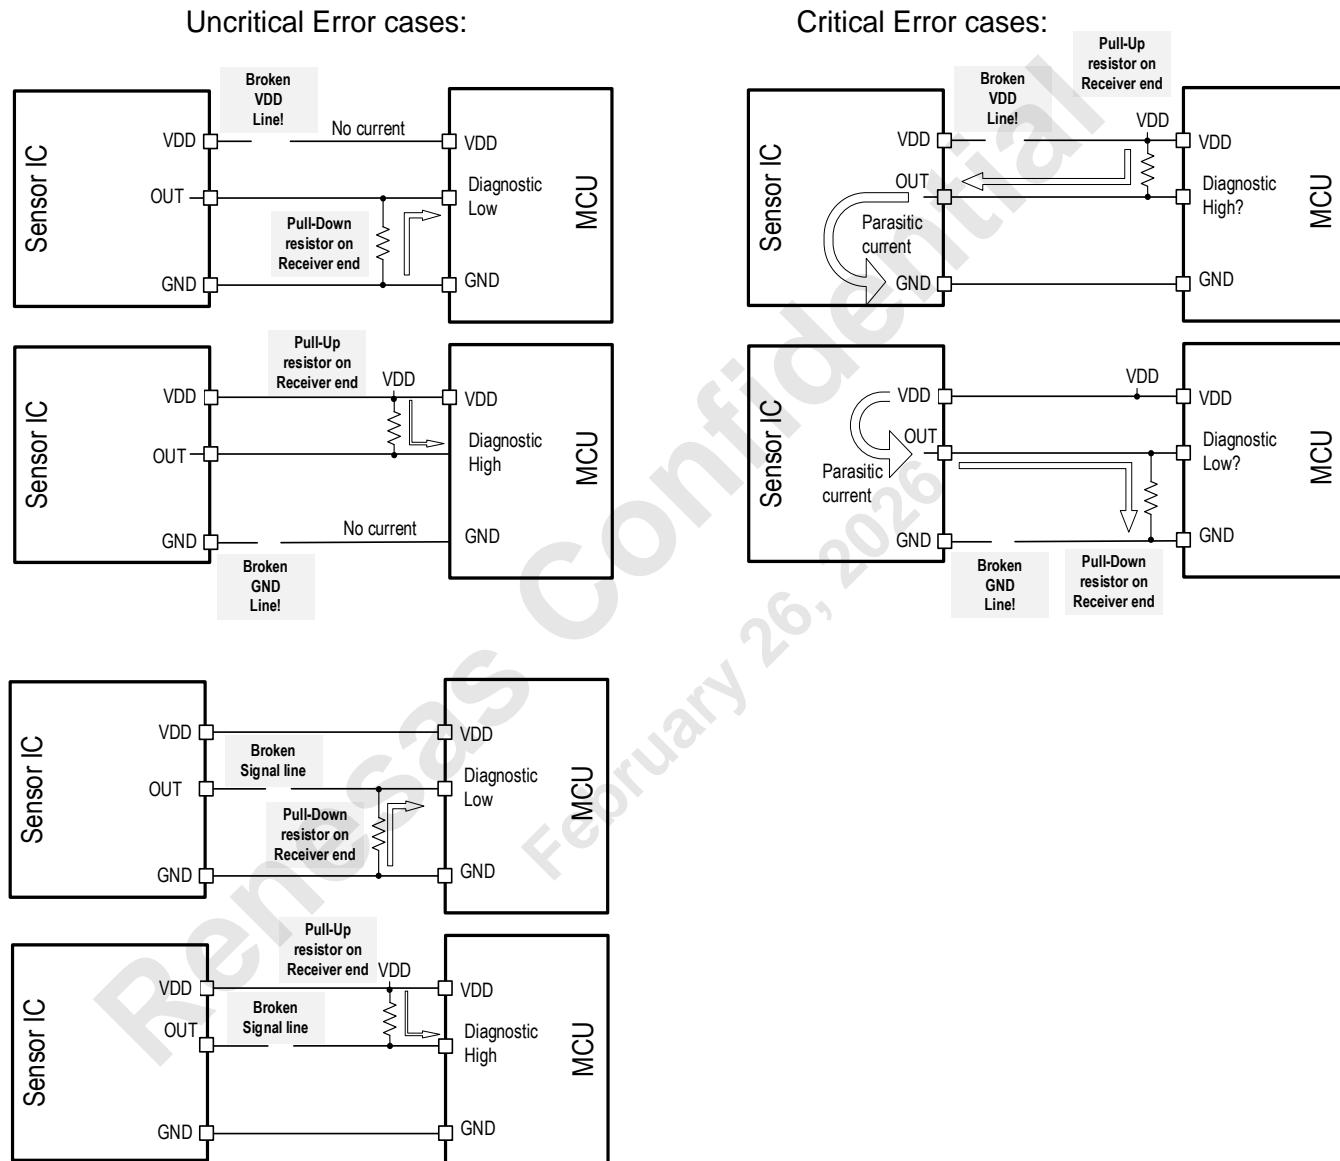
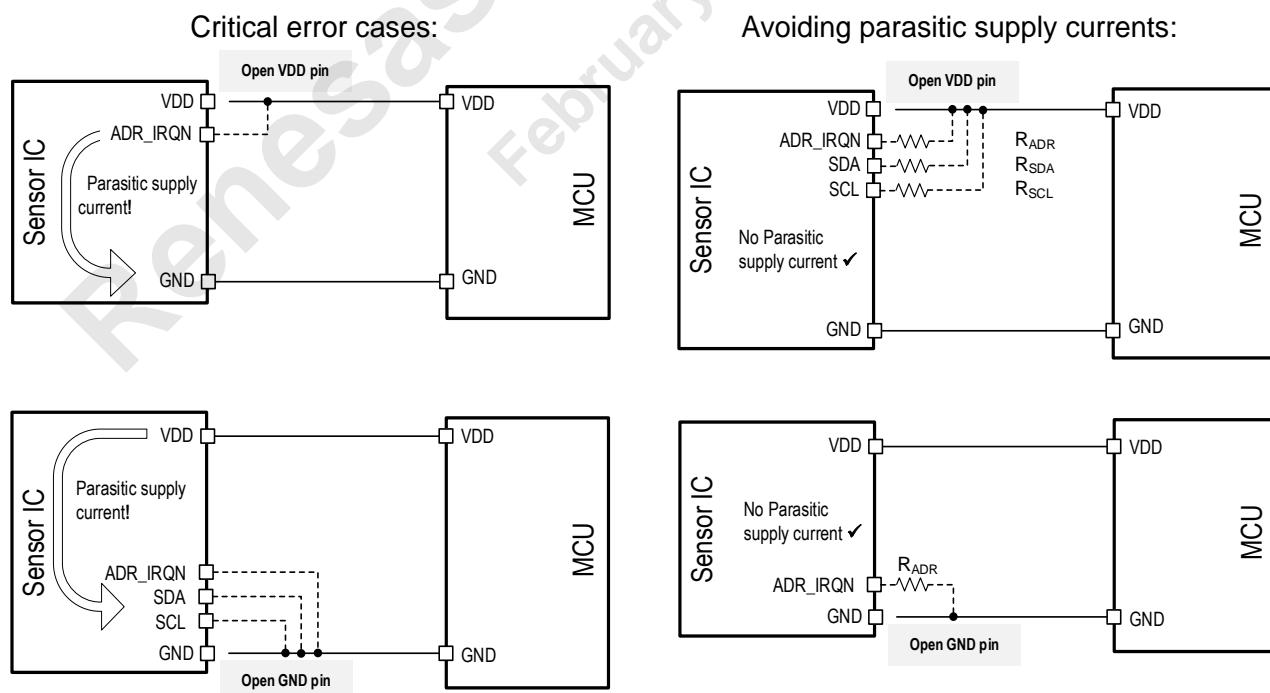

図 25 VDD または GND ラインの断線によるアナログ出力の寄生電流
図 26 ADR IRQN 端子、SDA 端子、SCL 端子の寄生電流
電源、グランド、またはアナログ出力の断線のほとんどはアナログ出力端子の DC 電圧をモニタすることにより容易に検出可能です。図 25 左列の図を参照してください (OUT は SIN\_SCL、SINN、COS\_SDA または COSN です)。診断エラーまたは信号線断線の場合、影響を受けた端子の DC 電圧は外付けのプルアップ抵抗またはプルダウン抵抗により診断範囲 (diagnostic high または diagnostic low) へ引き込まれます。
- 受信側に外付けプルアップ抵抗が有る場合の VDD の断線 (図 25 右上の図参照):
- 受信側に外付けプルダウン抵抗が有る場合のグランド配線の断線(図 25 右下の図参照):
VDD または GND 端子がオープンの場合、ADR IRQN または SDA、SCL が VDD または GND に直接接続されている場合に寄生電源電流が流れる可能性があります (図 26 の Critical error cases 参照)。このような寄生電源電流を避けるには、図 26 の Avoiding parasitic supply currents に示すように、これらの端子を VDD または GND に抵抗を介して接続します。 $R_{ADR}$ 、 $R_{SDA}$ 、 $R_{SCL}$  の値は表 14 を参照してください。
<p>p.31 図 15,図 14: SCL の接続変更</p> <p>p.32 セクション 15.2: 電源電圧の表記を 3.3V±10%または 5.0V±10%から、3.3V±0.3V または 5.0V±0.5V に変更</p> <p>p.32 セクション 15.3.1: 説明と表の追加</p> <p>p.32 図 17: 抵抗と抵抗値の表記変更</p> <p>p.33 セクション 15.3.2: 参照する図の変更と表の追加</p> <p>p.17 図 18: 抵抗値の表記変更</p> <p>p.34 図 19: 抵抗値の表記変更</p> <p>p.34 図 20: 抵抗値の表記変更</p> <p>p.36 図 22: 抵抗値の表記変更</p> <p>p.36 セクション 17: 図 22 の下の注記の修正</p> <p>p.37 セクション 17.1: 動作電源電圧の記載を 3.3V±10%または 5.0V±10%から、3.3V±0.3V または 5.0V±0.5V に変更</p> <p>p.37 表 22: Supply voltage range のプログラムオプションの記載を 3.3V±10%または 5.0V±10%から、3.3V±0.3V または 5.0V±0.5V に変更</p> <p>p.40 セクション 18.2.1.2: 説明文の修正、追加</p> <p>p.41 図 25: タイトル修正</p> <p>p.42 表 24: 参照する図の明記</p> <p>p.42 表 25: 参照する図の明記</p> <p>p.42 セクション 18.2.1.2: 説明文修正</p> <p>p.42 図 26: 対象端子の追加、抵抗値の表記変更</p> <p>p.44 表 26: Output buffer failure の Temporary タイプの説明修正、Static タイプの追加</p> <p>p.45 セクション 18.5: <math>C_T</math> の参照先追加</p> <p>p.48 セクション 24: 章名、表内の「注文」を「発注」に変更</p>